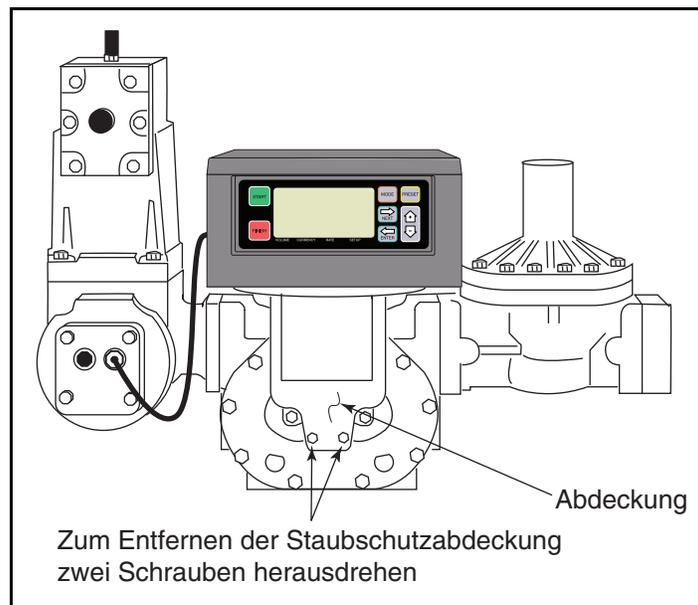
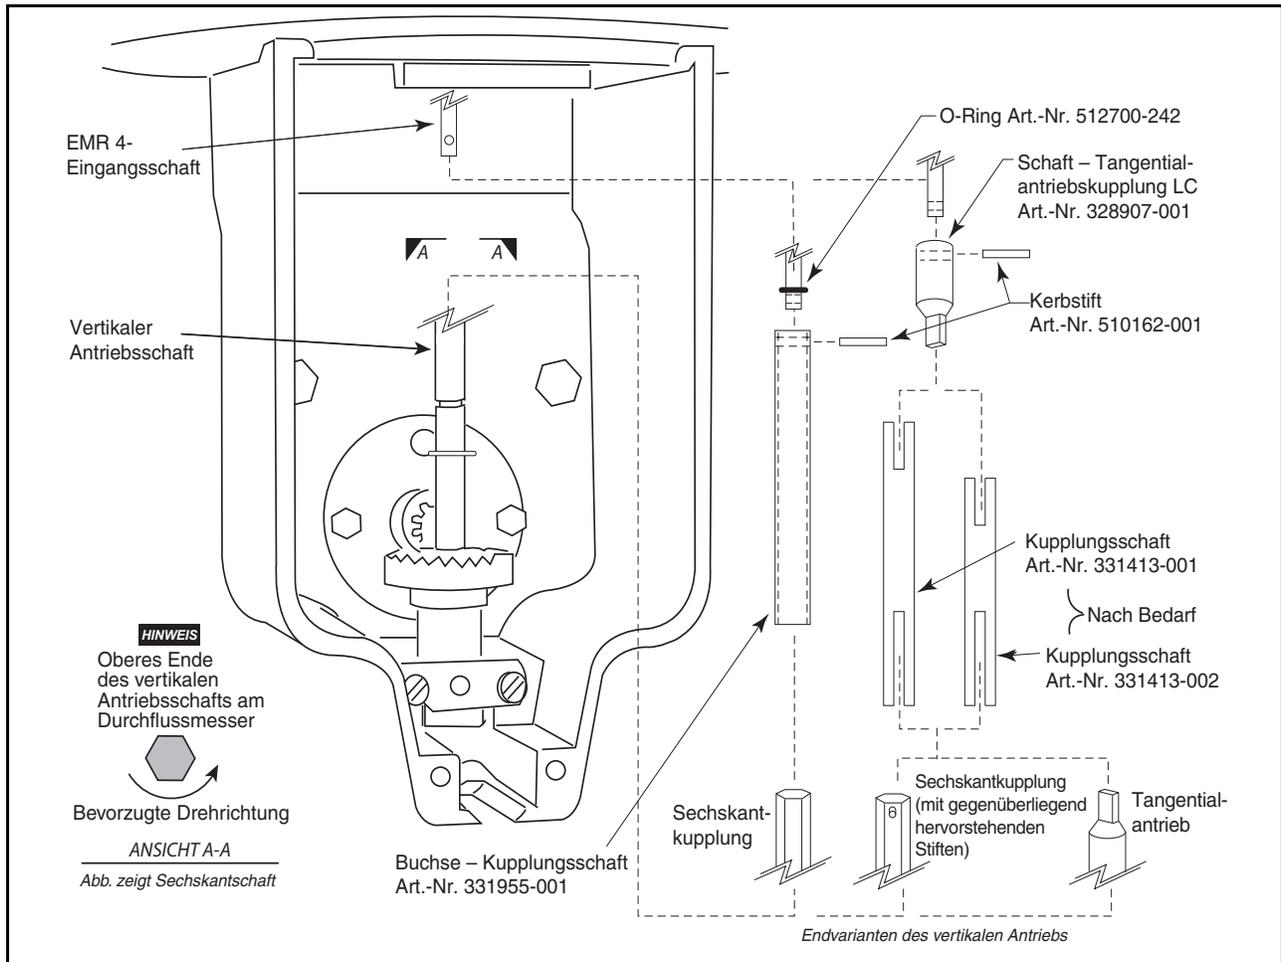

Abbildung 2. Entfernen des Einsteller-Staubschutzblechs
Abbildung 3. Installieren der Kupplung des Zähler-Encoder-Adapters
2. Lassen Sie den Durchflussmesser laufen und stellen Sie sicher, dass sich der vertikale Antriebsschaft des Durchflussmessers (Abbildung 3) entgegen dem Uhrzeigersinn dreht. Ist dies nicht der Fall, nehmen Sie die nötigen mechanischen Korrekturen vor, sodass sich der vertikale Antriebsschaft entgegen dem Uhrzeigersinn dreht.
3. Entfernen Sie das Einsteller-Staubschutzblech von der Vorderseite des Zählers (Abbildung 2). Entfernen Sie den alten Einsteller und den Kupplungsschaft. Achten Sie auf den Typ des vertikalen Antriebsschafts im Zähler (Abbildung 3).